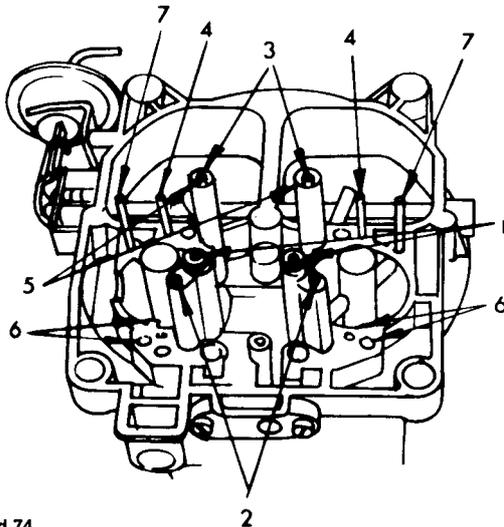

Bild 74
- Beide Hauptdüsen der 1. Stufe und beide Verschlusschrauben für die Leerlaufkraftstoffkanäle herausschrauben (Bild 74).